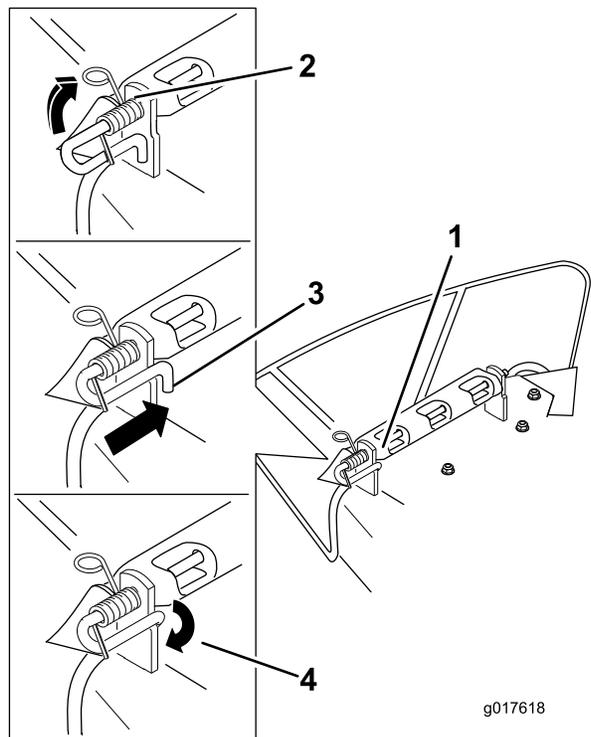

Figura 60
7. Fije el conjunto de varilla y muelle torciéndolo de manera que el extremo corto de la varilla pueda colocarse detrás del soporte delantero que está soldado a la carcasa (Figura 60).
3. Coloque el nuevo deflector de descarga con los extremos de los soportes entre los soportes soldados de la carcasa, según se muestra en Figura 60.
6. Levante el extremo del muelle que tiene bucle y colóquelo en la muesca del soporte del deflector (Figura 60).